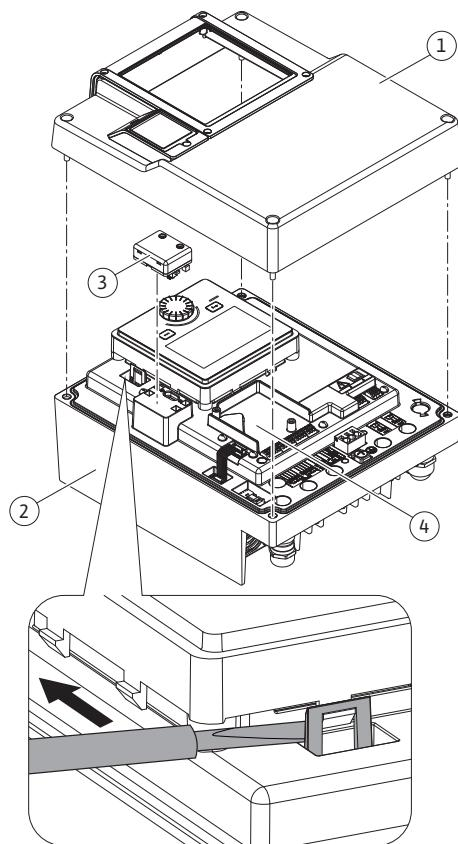
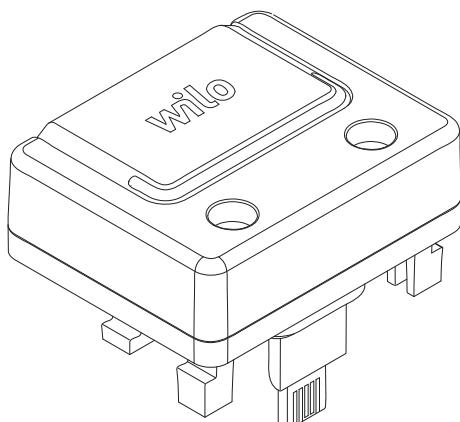

Fig. 26: Электронный модуль
Fig. 27: Модуль Wilo-Smart Connect BT
Интерфейс Bluetooth модуля Wilo-Smart Connect BT (Fig. 26, поз. 3 и Fig. 27) служит для подключения к мобильным терминалам, таким как смартфон и планшет. В приложении Wilo-Assistant имеется функция Wilo-Smart Connect. Функция Wilo-Smart Connect позволяет управлять насосом, выполнять его настройку и считывать его данные. См. настройки в главе «Ввод в эксплуатацию» [▶ 49].
1. Открутить четыре винта верхней части электронного модуля (Fig. 26, поз. 1; Fig. 1, поз. 2).
3. Подсоединить модуль Wilo-Smart Connect BT к предусмотренному интерфейсу Wilo-Connectivity Interface. См. Fig. 26, поз. 3.
Модули CIF (принадлежности) обеспечивают связь между насосом и СУЗ. Модули CIF устанавливаются в электронном модуле (Fig. 26, поз. 4)